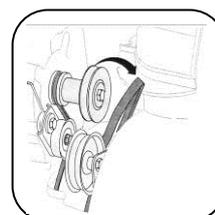

Рис.12
3. Скрутите ремень с ролика двигателя. См. рис. 12